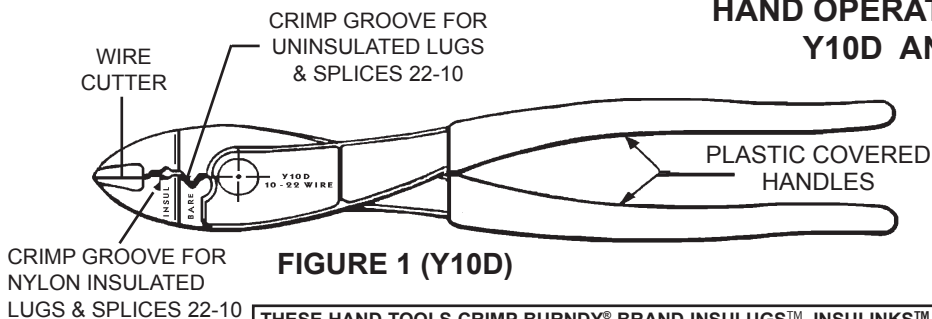

FIGURE 1 (Y10D)
- 1.2.1 FOR THE Y10D USE THE GROOVE MARKED "**INSUL**". (Fig. 1)
- 2.2.1 FOR THE Y10D USE THE GROOVE MARKED "**INSUL**". (Fig. 1)
- 3.1.1 FOR THE Y10D USE THE GROOVE MARKED "**NON**". (Fig. 1)
- 4.1.1 FOR THE Y10D USE THE GROOVE MARKED **NON**. (Fig. 1)